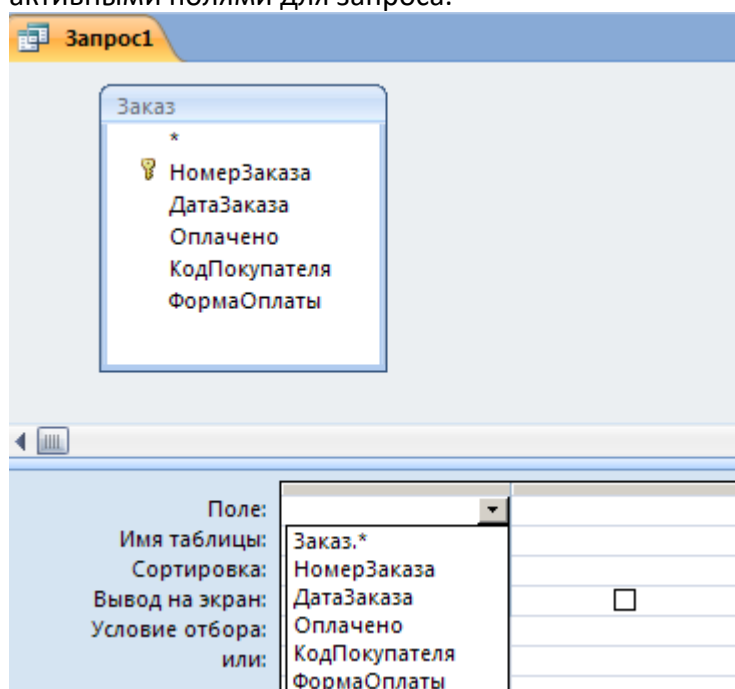

Рис.3. Выбор поля для запроса
3. Переносить поля в бланк запроса можно двумя способами: перетаскивать поля непосредственно из таблицы или выбирать поля из раскрывающегося списка в заголовке пустого поля (рис.3).